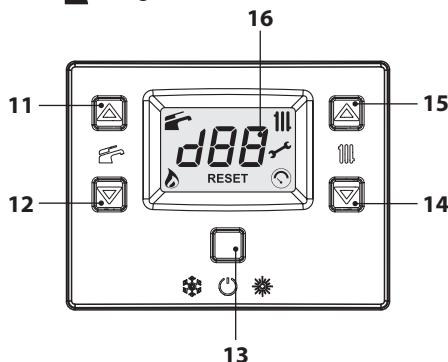

Figura 2.5
- Mantenga pulsado durante 2 segundos el botón 13 hasta que aparezca en el display el símbolo  (Figura 2.5).
La temperatura del agua caliente de impulsión de la calefacción puede regularse mediante los botones 14 (reducción) y 15 (aumento) (Figura 2.5) entre un mínimo de aproximadamente 40°C y un máximo de aproximadamente 85°C. La primera vez que se pulsa uno de los dos botones se muestra el valor de "consigna", la segunda vez se puede modificar.
De todas formas, si la temperatura ambiente no resultase confortable, se puede aumentar o reducir la temperatura de impulsión de la instalación de calefacción en  $\pm 15^{\circ}\text{C}$  usando los botones 14 (reducción) y 15 (aumento) (Figura 2.5).
La temperatura del agua caliente sanitaria puede regularse mediante los botones 11 (aumento) y 12 (reducción) (Figura 2.5) entre un mínimo de aproximadamente  $35^{\circ}\text{C}$  y un máximo de aproximadamente  $60^{\circ}\text{C}$ . La primera vez que se pulsa uno de los dos botones se muestra el valor de "consigna", la segunda vez se puede modificar.